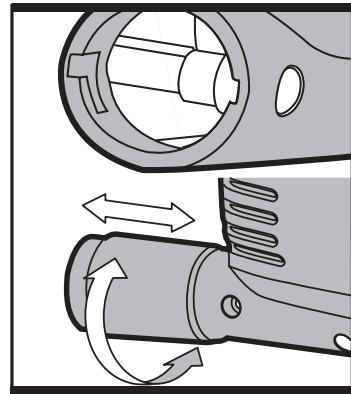

Fig 10
El conector (12) gira en sentido contra horario dentro de la cubierta y se traba en posición por una ranura en el interior de la cubierta (Ver Fig 10). Luego debe ser conectado a una máquina extractora de polvo externa adecuada.